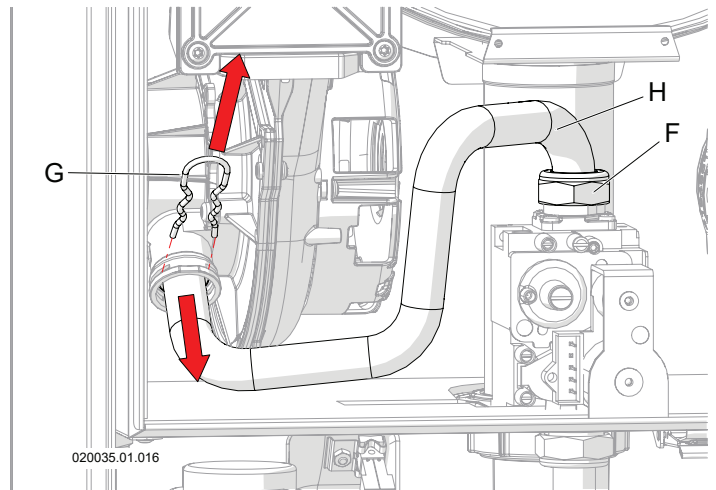

Figura 6-3 - Smontaggio tubo gas
- 6.- svitare il raccordo "F" (Figura 6-3);
- 7.- rimuovere la molla di serraggio "G" dalla sede per liberare il tubo (Figura 6-3);
- 10.- rimontare il tubo "H" (Figura 6-3);